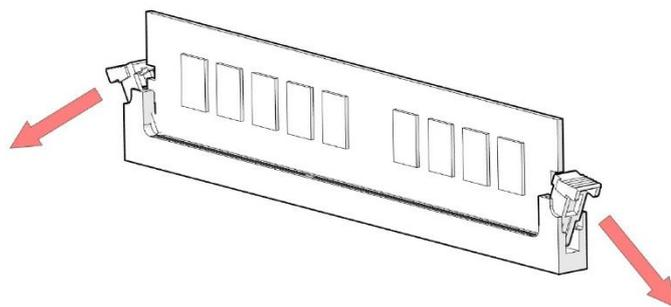

Рисунок 9 – Раздвижение фиксаторов слота
- раздвинуть фиксаторы с обеих сторон слота наружу, чтобы освободить модуль памяти (рисунок 9);